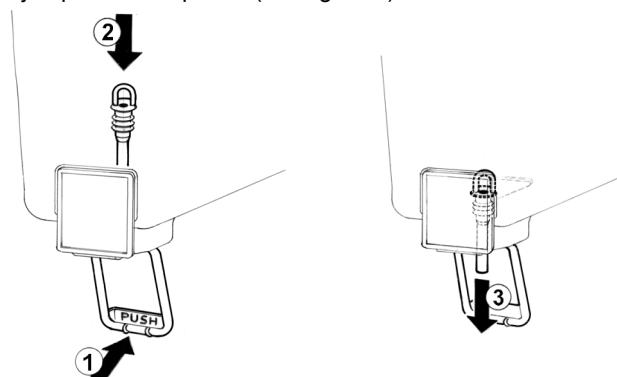

figure 4
- 2 Robinet avec tube en caoutchouc:** Pousser (1) le levier de débit robinet et enfiler (2) le tuyau du robinet dans son siège sur le fond du réservoir. Tirer (3) doucement le tuyau vers le bas jusqu'à le bien placer (voir figure 4).